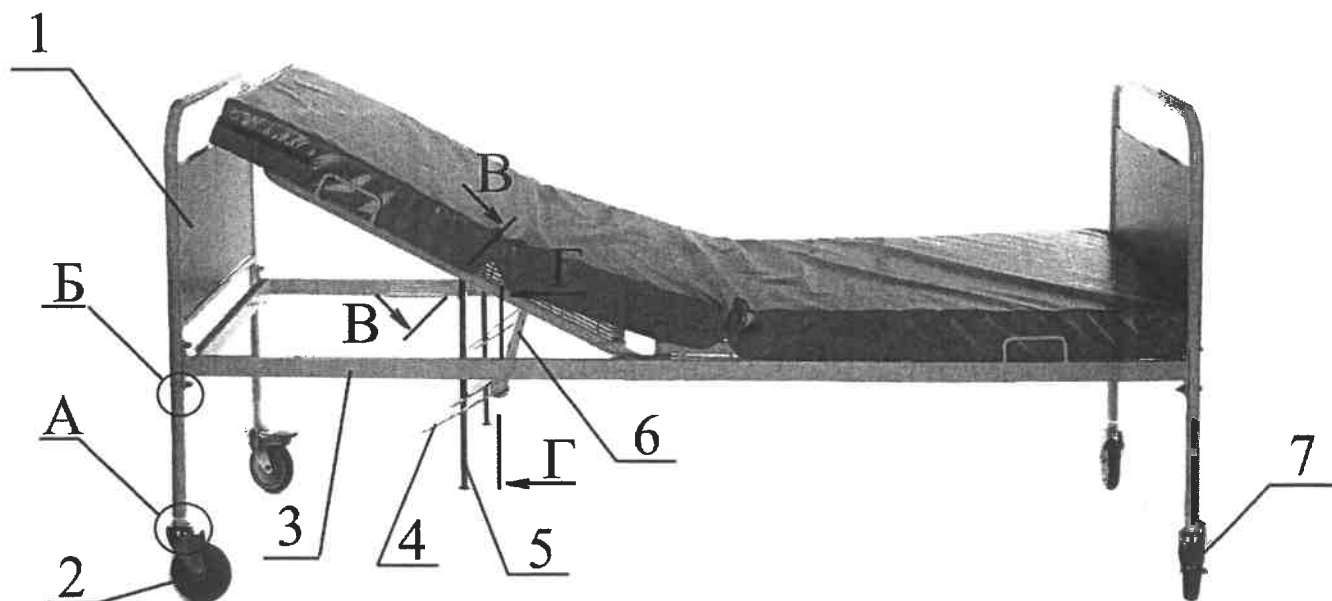

Рисунок 3.1
- установите на раму поз.3 (рисунок 3.1) кронштейны поз.2, используя винты поз.4, гайки поз.5, шайбы поз.6 и пластины поз.3,
- для опускания подголовника необходимо одной рукой приопустить вниз ручку в сборе поз. 4 (рисунок 3.1), а второй рукой опустить подголовник на нужный уровень. При этом нельзя бросать подголовник, а спокойно, опустить до требуемого положения.
5.4 Для неподвижной установки кровати, необходимо нажать на стопорные педали колесной опоры с тормозом поз. 7 (рисунок 3.1).